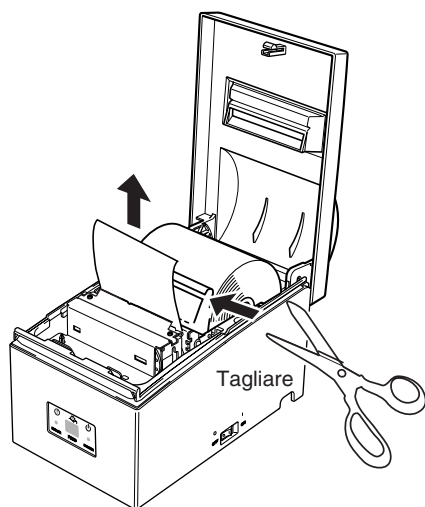

Fig. 5-16 Tagliare la carta
- ④ Tagliare la carta prima dell'alimentatore carta come mostrato nella Fig. 5-16.
- ⑤ Rimuovere la carta inceppata e reinserire la carta del rotolo.